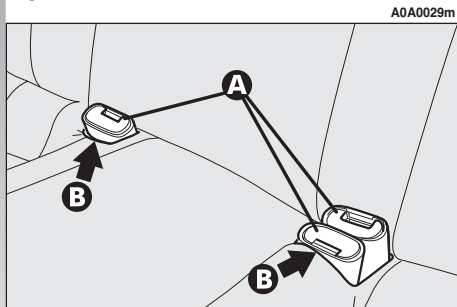

fig. 23
- posizionare le fibbie delle cinture di sicurezza (**A**-fig. 23) nelle relative sedi (**B**) ricavate nel cuscino;